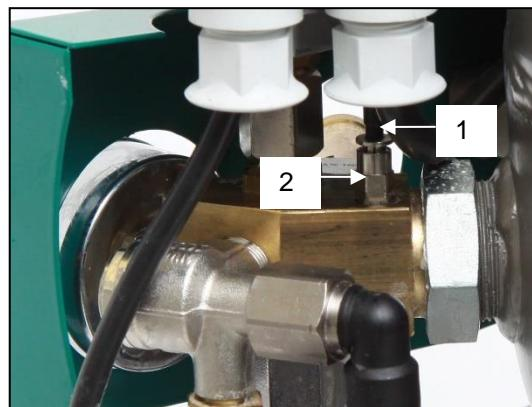

Fig. 8
13.2. Raccordement du tuyau du manomètre de l'armoire au compresseur (Fig. 8)